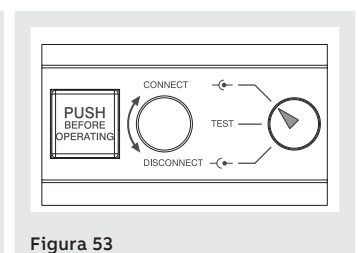

Figura 53
- interruttore in posizione di inserito (vedi Figura 53)